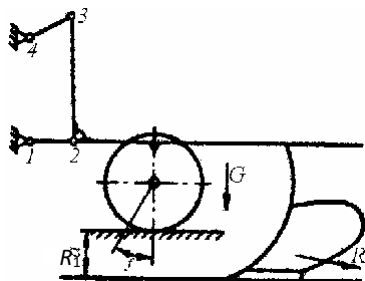

Рис. 1 Схема навесного плуга
4. Определить величину и направление силы R_1 , равнодействующую сил сопротивления почвы R_{zx} , силы тяжести плуга G и силы трения полевых досок о стенку борозды F , если известно, что масса плуга $m = 600$ кг, глубина вспашки $a = 0,27$ м, ширина захвата корпуса плуга $b = 0,35$ м, удельное сопротивление плуга $k = 0,5 \cdot 10^5$ Н/м², число корпусов $n = 4$, коэффициент трения полевых досок о стенку борозды $f = 0,5$ (рис. 1).
1. Начертить кинематическую схему плуга (рис. 1) с учетом размеров, указанных в табл. 1.